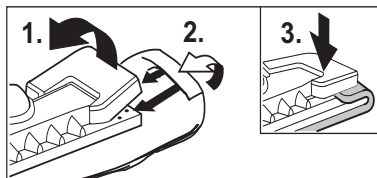

Fig. 11: Colocación del paño en la boquilla
- Fije el paño de limpieza (H3) a la boquilla barredora de suelos (H1). Pliegue el paño a lo largo y coloque la boquilla barredora de suelos encima. Sujete el paño a la boquilla, enganchando los extremos que sobresalen debajo de las pinzas de sujeción (H2) (véase la fig. 11).